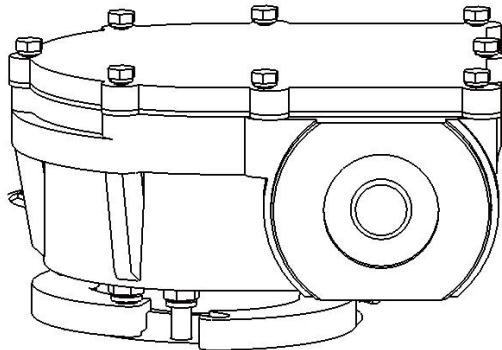

Рисунок 40 Откручивание крепежных пластин верхнего редуктора
- 2) Ослабьте прижимные пластины верхних редукторов, вытяните края пластин с пазами (6 болтов M8, ключ 13 мм) (Рисунок 40).